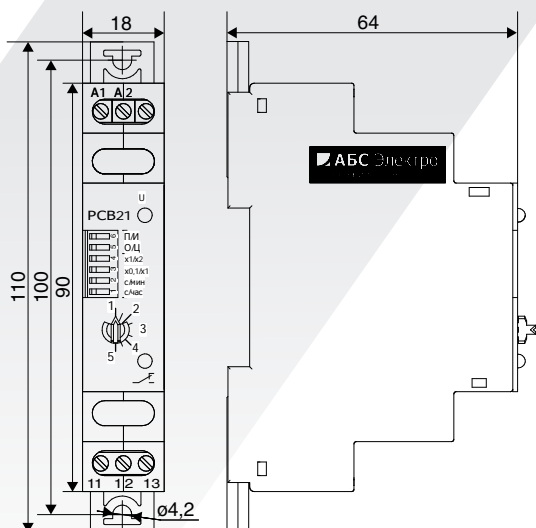

Рисунок 1. Реле с креплением винтами на панель
- винтами, на панель (рисунок 1);